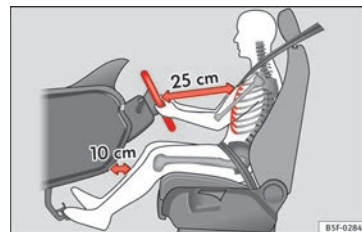
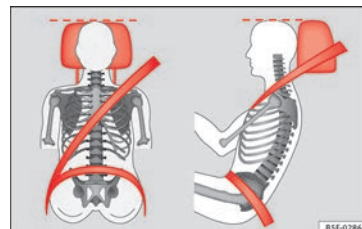

Fig. 1 Distancia correcta entre el conductor y el volante.
Fig. 2 Banda del cinturón y apoyacabezas ajustados correctamente.
- Realice el ajuste del asiento de tal modo que el volante quede como mínimo a 25 cm del tórax » **fig. 1** y que pueda asir el volante lateralmente por la parte exterior con las dos manos y los brazos ligeramente flexionados.
nimo, a 10 cm del tablero de instrumentos » **fig. 1**.
- Ajuste el apoyacabezas de modo que el borde superior quede, en la medida de lo posible, a la altura de la parte superior de la cabeza, en ningún caso por debajo de los ojos. Mantenga la nuca lo más cerca posible del apoyacabezas » **fig. 1** y » **fig. 2**.
Ajuste la distancia correcta entre el conductor y el volante » » **fig. 1** con la ayuda de los mandos situados en el asiento del conductor » » pág. 67.